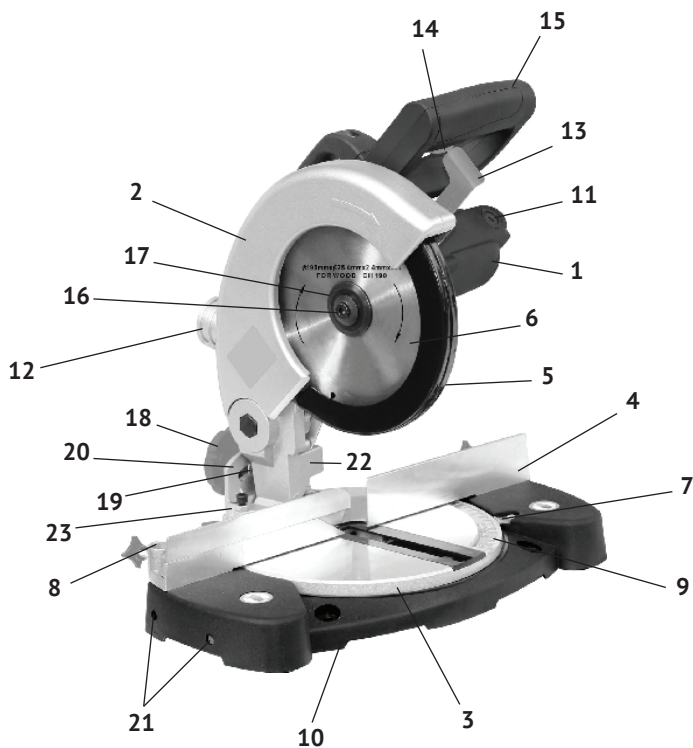

рис. 1
1.1.2 Основным несущим узлом режущего блока пилы является металлический корпус головки режущей, с закреплённым на нём верхним защитным кожухом диска (рис.1 поз.2). С противоположной стороны к корпусу крепится пластиковый корпус двигателя (рис.1 поз.1) с рукояткой (рис.1 поз.15). Вертикальное перемещение режущего блока для реза обеспечивает ось, закреплённая в суппорте головки режущей (рис.1 поз.22). Возвратная пружина возвращает режущий блок в исходное (верхнее) положение. Наклон суппорта влево от вертикального положения обеспечивает ось опоры наклонно-поворотного механизма (рис.1 поз.23). Заготовка на рабочем столе может быть повёрнута в любую сторону на угол от 0 до 45° за счёт поворотного основания. На основной рукоятке пилы расположены: рычаг блокировки защитного кожуха и клавиша выключателя. Конструкция пилы позволяет осуществлять: распиловку материала под заданным углом (косой рез) относительно задней кромки заготовки в обе стороны и под выставленным углом (до 45°), относительно вертикальной оси влево (наклонный рез). На шпindel пилы, крепится пильный диск. Диск является основным рабочим инструментом для резки выбранных материалов.
На неподвижном защитном кожухе пильного диска (рис.1 поз.2) стрелкой указано направление вращения шпинделя.
1.1.7 Металлическая станина (рис.1 поз.10) пилы устанавливается на ровную горизонтальную поверхность. Для крепления пилы на верстаке (рабочем столе) в ножках станины имеются 4-е крепёжных отверстия. При пилении длинных заготовок в боковые отверстия (рис.1 поз.21) станины крепятся две дополнительные опоры. Распиливаемая заготовка плотно прижимается к параллельному упору (рис.1 поз.4) и крепится к рабочему столу струбциной.
Для отвода стружки в комплект поставки входит пылесборник (рис.1 поз.12), который крепится к патрубку неподвижного кожуха. К патрубку можно подключить промышленный пылесос.
- разблокировать подвижный защитный кожух рычагом (рис.1 поз.13);
- включение пилы осуществляется нажатием на клавишу выключателя (рис.1 поз.14);
- следите за правильной установкой направления вращения диска - при установке необходимо, что бы стрелка направления вращения на диске соответствовала направлению, указанному на неподвижном кожухе (рис.1 поз.2) пилы;
- разблокируйте подвижный защитный кожух, нажав на рычаг блокировки (рис.1 поз.13). Затем, поднимая вверх подвижный защитный кожух, зафиксируйте его в верхнем положении.
- ключом (входит в комплект поставки) открутите фиксирующий болт (рис.1 поз.16) пильного диска, снимите зажимной фланец (рис.1 поз.17) и пильный диск (рис.1 поз.6);
- для установки угла поворота ослабьте установочный винт в основании станины, установите необходимый угол распила, повернув поворотное основание (рис.1 поз.3) в нужную сторону, совместив выбранный угол шкалы (рис.1 поз.9) со стрелкой (рис.1 поз.7) и затяните установочный винт.
- для установки угла наклона необходимо ослабить фиксирующую рукоятку (рис.1 поз.18), установить необходимый угол распила стрелкой (рис.1 поз.19) по шкале (рис.1 поз.20) и надёжно затянуть фиксирующую рукоятку.
- во время работы для эффективного отвода пыли из зоны пиления подключите пылесос или установите штатный пылесборник на патрубков (рис.1 поз.12).
- для замены щёток необходимо открутить крышки щёткодержателей (рис.1 поз.11) на корпусе двигателя (рис.1 поз.1), вынуть использованные щётки из щёткодержателей, заменить их новыми и закрутить крышки щёткодержателей. Щётки следует заменять парой для обеспечения равной степени их давления на коллектор якоря;